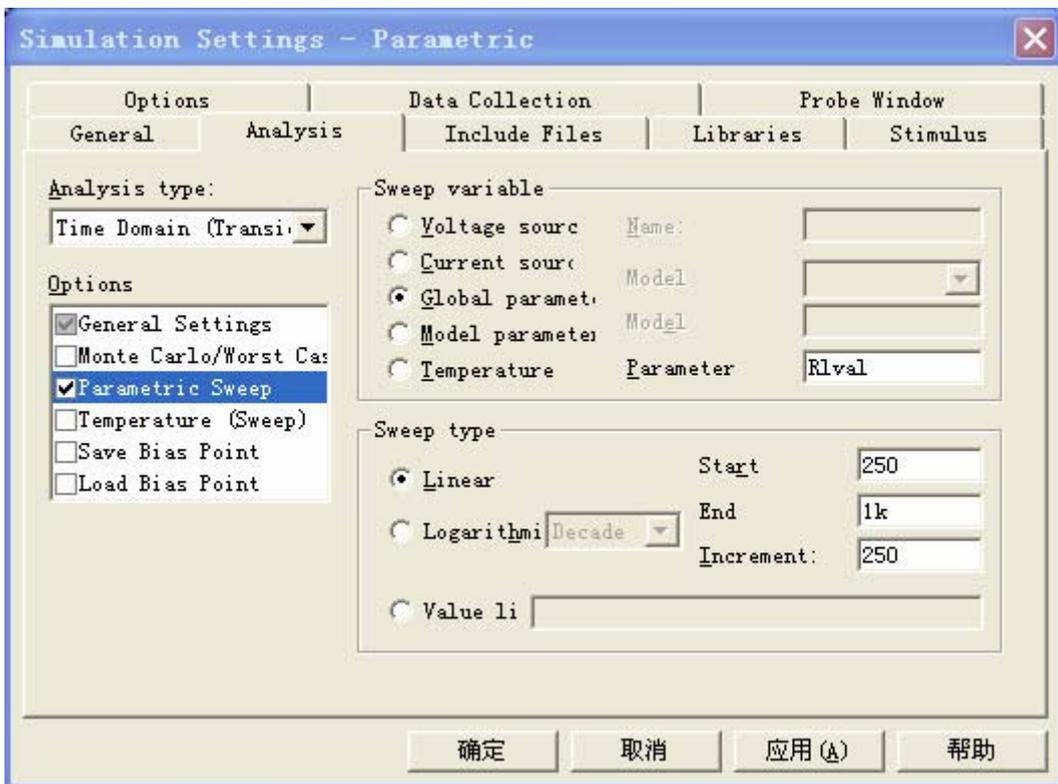

图 3.4.5: 参量扫描的仿真设置窗口
- 5) 在 Options 选项下面，选择 Parametric Sweep 参量扫描，见图 3.4.5。
- 6) 对于扫描变量，选择全局参数并输入 Parameter name 参数名: Rlval。在 Sweep type 扫描类型的下面给出 Start value 起始值、End value 结束值和 Increment 增量，对于这些参数我们分别用 250、1kOhm 和 250。（见图 3.4.5）。